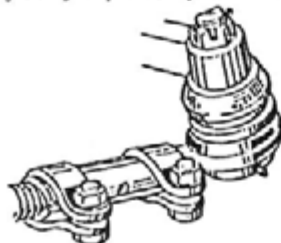

Рис. 253. Положение хомутов
- после окончания регулировки повернуть хомуты в положение, указанное на рис. 253, затянуть стяжные болты хомутов моментом 1,5-1,8 даН·м (1,5-1,8 кгс·м).